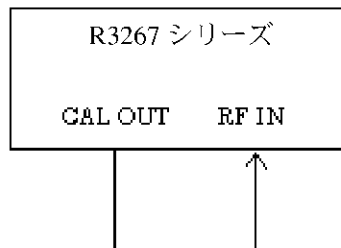

図 6-1 変調精度測定接続図 (PDC, PHS, IS-136)
1. R3267 シリーズを図 6-1 のように接続します。